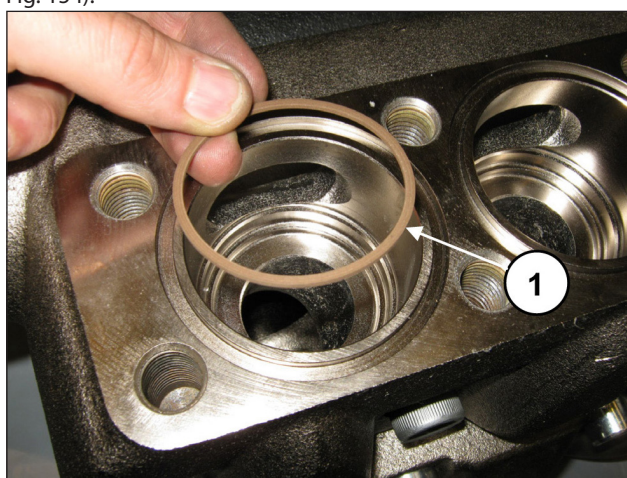

Fig. 154
Proseguire con il montaggio dei gruppi valvola di mandata: Inserire l'anello antiestrusione, pos. esploso n. 23 (pos. ①, Fig. 154).